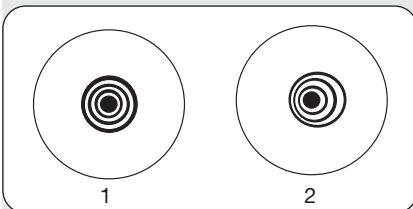

Fig. 32: images d'une collimation correcte (1) et incorrecte (2) visible durant un test d'étoile
- Faites la mise au point sur l'image de étoile, puis déréglez cette mise au point en tournant lentement la molette dans un sens ou dans l'autre jusqu'à voir plusieurs disques concentriques autour de l'étoile. Si les étapes 1 à 3 ont été correctement réalisées, vous verrez des cercles concentriques, centrés les uns par rapport aux autres (1, Fig. 32).
Un instrument mal collimaté montrera des disques allongés et/ou non concentriques (2, Fig. 32). Régler les vis de collimation du miroir primaire jusqu'à ce que ces cercles soient parfaitement ronds et concentriques.